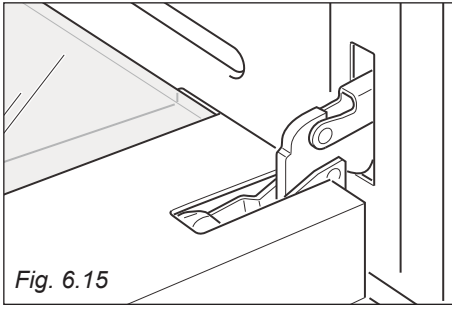

Fig. 6.15
- Ouvrez la porte a fond (fig. 6.15).